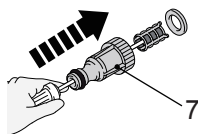

Fig. 29
1. Retire el racor de entrada para manguera de agua (7) de la toma de agua (5) de la máquina.
2. Utilice unos alicates o pinzas adecuadas para desarmar el racor de entrada para manguera de agua (7) (Fig. 29).